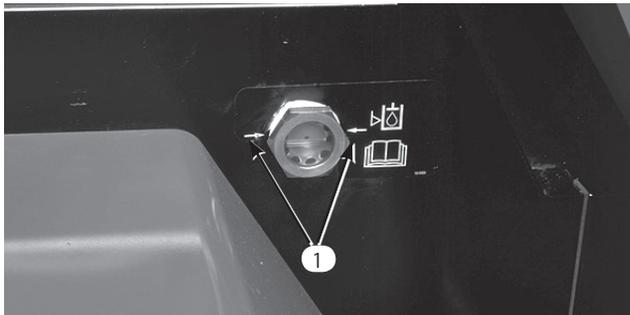
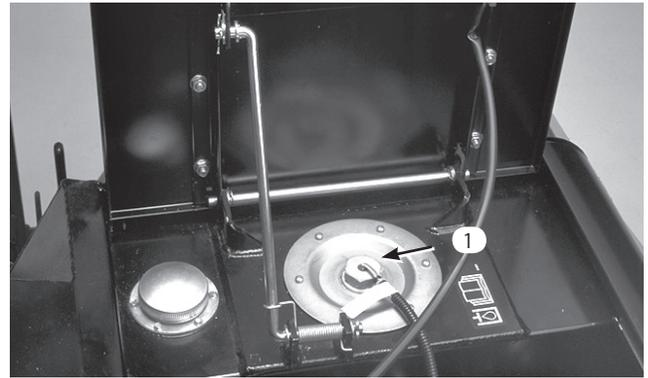

図40
図41
エンジンが冷えている状態で本機を水平な場所に駐車した時、点検窓の矢印よりもオイルレベルが6 ~ 12 mm 下がっていれば適正です。エンジンが熱い時は矢印と同じレベルが適正量です(図40)。足りなければ補給します。
2. 補給口(図41)の周囲をていねいに拭く。フタを取り、所定レベル(図40)までオイルを補給する。「油圧オイルを点検する」の項を参照。
4. カuttingユニットを上昇させた状態で、オイルが熱い間に点検窓 (図40) でレベルを点検する。矢印より低ければ補給。オイル温度が低い場合には矢印より低い位置で補給を止めること。
6. オイル点検窓 (図40) からオイル量を点検する。オイルが熱い時は両側の矢印までであれば適正である。矢印より低ければ補給する。